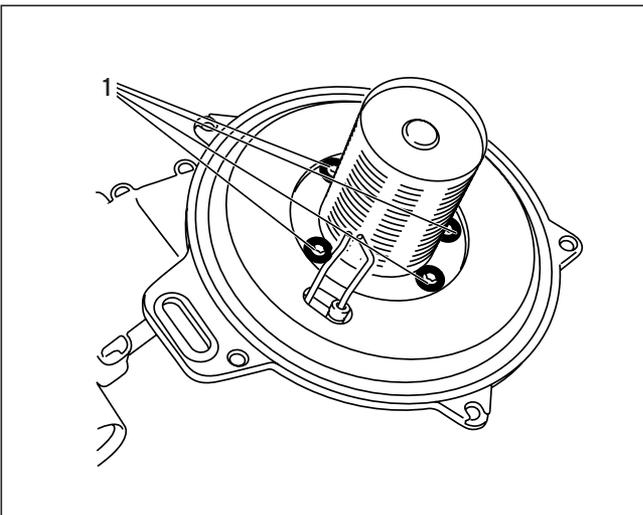

Abb. 8.2 Brenner austauschen
- Lösen Sie die 4 Schrauben (1) am Brenner, und nehmen Sie den Brenner ab (Abb. 8.2).